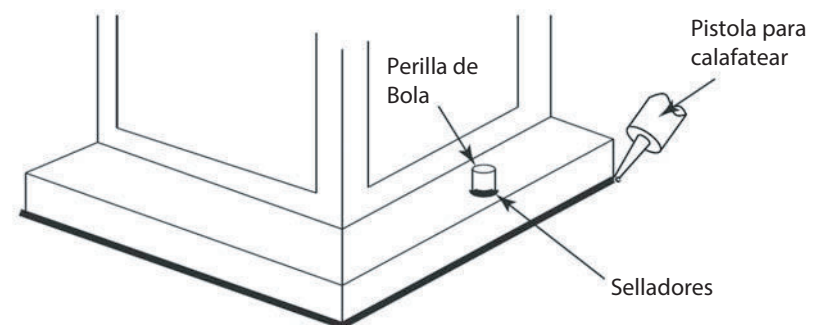

Figura 2
1. Conecte el cable de alimentación positiva (A) (normalmente negro el lado no marcado suave del cable de dos conductores) de plomo accesorio positivo (B) con un giro de tamaño apropiately conector - **Véase la Figura 2 y 3**.
2. Conecte el cable de alimentación negativa (C) (por lo general de color blanco o el lado marcado estriado del cable de dos conductores) de plomo accesorio negativo (D).
Loop alambre de tierra (E) (generalmente de cobre o verde recubierto de plástico) debajo de la cabeza del tornillo de tierra (S) en la brida de montaje accesorio (M) y conectar con el extremo suelto del cable de tierra luminaria directamente al cable de tierra del sistema de construcción con un tamaño adecuado twist-conectores - **Véase la Figura 2**.
Después asegurar fijo en su lugar, se recomienda que la distancia entre la parte superior y la base de montaje del accesorio se sellará con cualquier buen masilla impermeable de calidad o sellador de silicona (no incluido). También se recomienda que una pequeña capa de madilla o sellador de ser sometidos a los mandos de bolas utilizadas para montar accesorio - Véase la Figura 2.